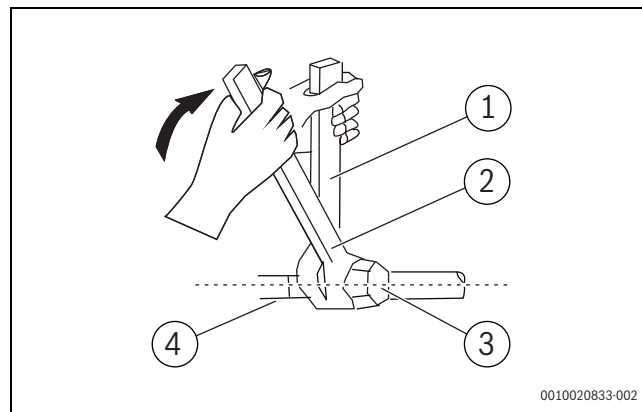

Fig. 2
- ▶ Fastlæg monteringsstedet under hensyntagen til minimumsafstandene (→ fig. 2).